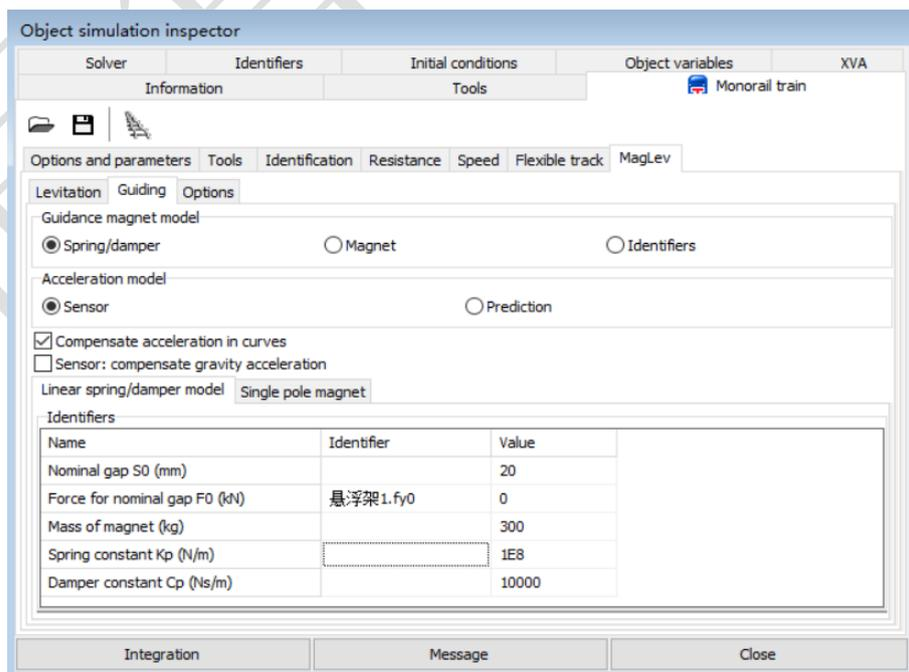

图 3-152
- 6) 切换 **Maglev** → **Guiding** 页面，设置如图 3-152。